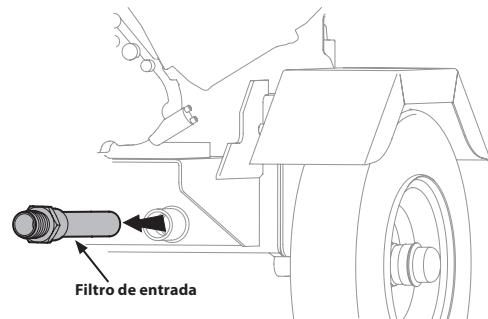

Figura 20
5. Con cuidado, un-enrosque el filtro de entrada y limpiarlo con aceite penetrante. Vea la Figura 20.